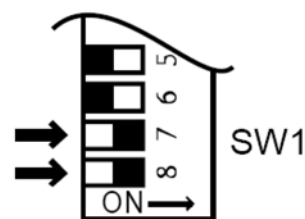

Fig. 5
12. Forzare l'Infinity a regime "Massimo" di combustione spostando su "ON" il microinterruttore N.7 e N.8 (Fig.5). Assicurarsi che tutti i rubinetti acqua calda siano aperti al massimo.